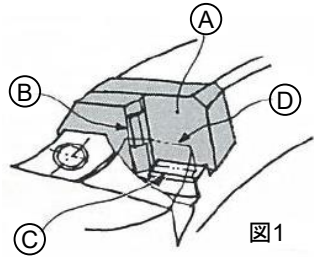

図1
- 図1のインサート取付部(シート面(A)、サポータ面(B)、本体面(C)、クサビ面(D))をエアブローにより清掃してください。